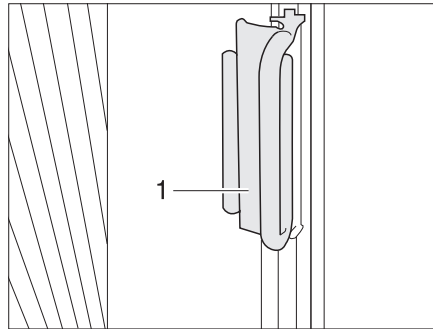

Fig. 64 Estor plegable de la ventana del conductor y la ventana del acompañante
- Sujetar cada vez el tirador (Fig. 64,1) de los estores plegables y tirarlos cuidadosamente hacia delante, hasta que el cierre magnético mantenga cerrado el estor plegable.
- Empujar el tirador (Fig. 64,2) a la pieza sobrepuesta. El estor plegable está asegurado.